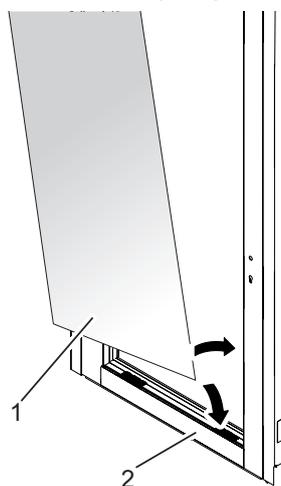

Fig. 35: Mise en place de la vitre
2. Insérer la vitre (Fig. 35/1) dans le vantail (Fig. 35/2).